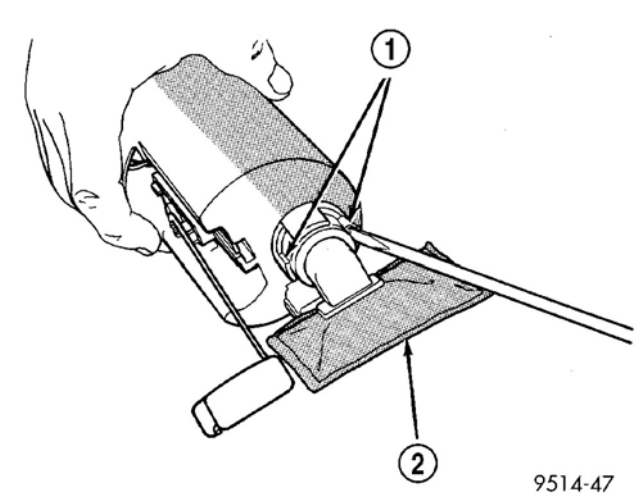

图 22 进油管
- （2）利用一支扁平螺丝刀，把燃油油泵储液箱上的锁紧垫片撬开，然后拆下滤网（图 22）。